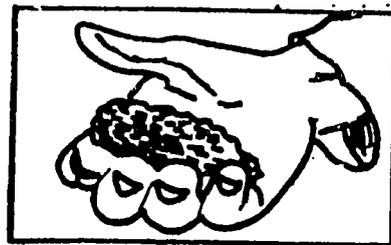

Fig. 8 - Determinando la humedad.
40. Prueba para la humedad correcta. La cantidad correcta de agua se aprende fácilmente con un poco de experiencia. Como prueba, apriete un puñado de la mezcla (ver Fig. 8). Si está suficientemente húmeda, conservará la forma en la que se apriete. Si se deja caer en una superficie dura de una altura de más o menos un metro y medio, debe quebrarse en pequeños pedazos. La mezcla estará demasiado húmeda si el agua escurre fuera de la tapa de la máquina cuando se están prensando los bloques.